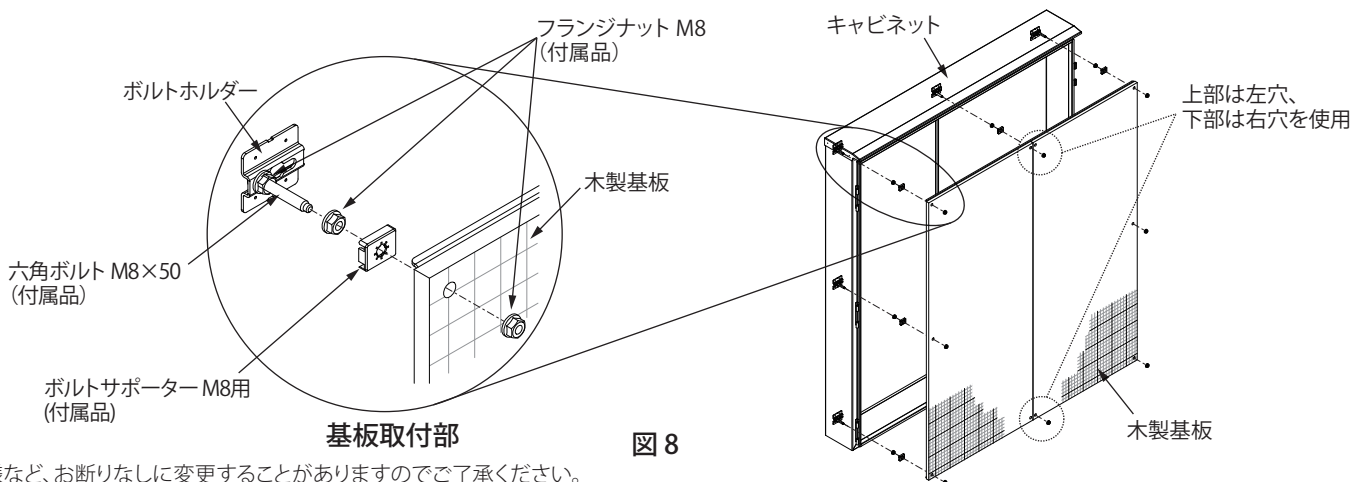

図8
- (1) キャビネットに取付けの鉄製基板および固定に使用している取付部品をすべて取外してください。
- (2) キャビネットのボルトホルダーに六角ボルトM8×50(付属品)をセットし、フランジナットM8(付属品)2個で取付けてください。(図8)
- (3) ボルトサポーター M8用(付属品)、木製基板の順にセットし、フランジナット M8(付属品)で取付けてください。(図8)